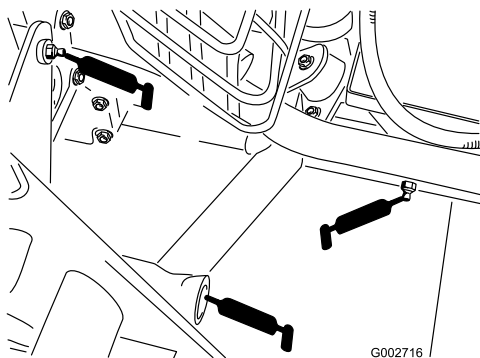

Figure 23
- Attelage arrière (5) (Figure 23)